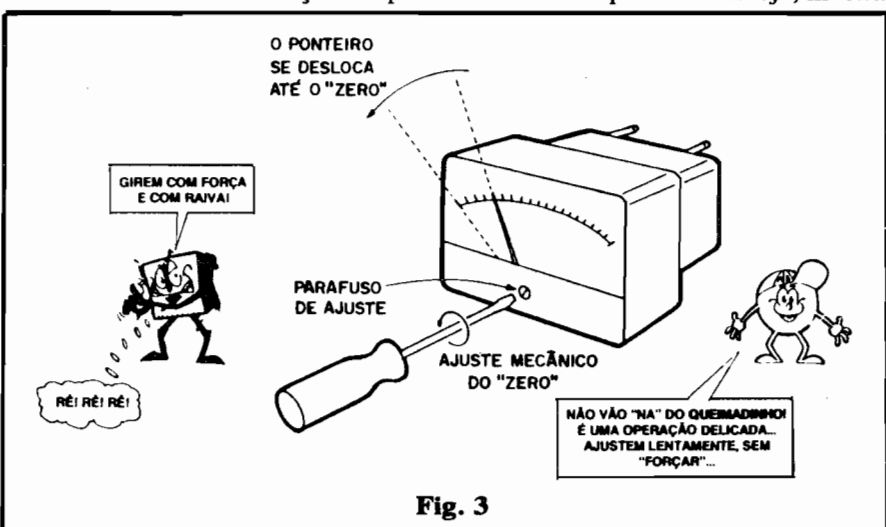

Fig. 3
- **FIG. 3** - Um ponto **muito** importante (e que, estranhamente, nunca vimos abordado em Cursos ou Lições fora do ABC...) é o que se refere à possibilidade de AJUSTE MECÂNICO da indicação ou po-